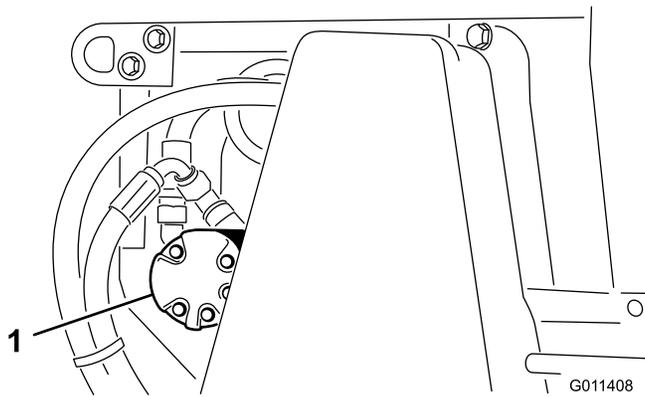

Bild 23
2. Lösen Sie die Muttern, mit denen der Bürstenmotor (Bild 23) an der linken Seite der Maschine befestigt ist.